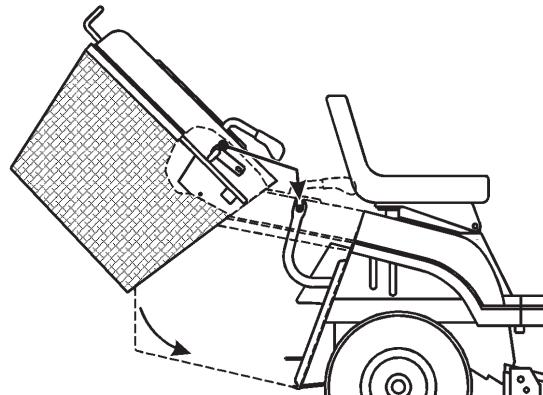

Bild 39
1. Kippen Sie das Heckfangsystem mit beiden Händen nach vorne (Bild 39).
2. Kippen Sie das Heckfangsystem ungefähr 40 Grad nach vorne. Schieben Sie es dann auf die Stützschiene hinten am Traktor (Bild 39).